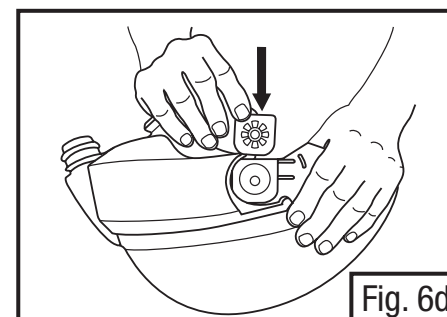

Fig. 6d
- Instale la placa posterior en el armazón del casco. En la instalación el patrón de “molino de viento” debe quedar viendo hacia fuera y la marca “M-960” debe colocarse en el fondo de la placa. Primero instale la orilla redonda y deslice por completo en la ranura (Fig. 6d). Con delicadeza empuje hacia abajo en la placa posterior para asegurarse que esté colocada hasta el fondo de la ranura.